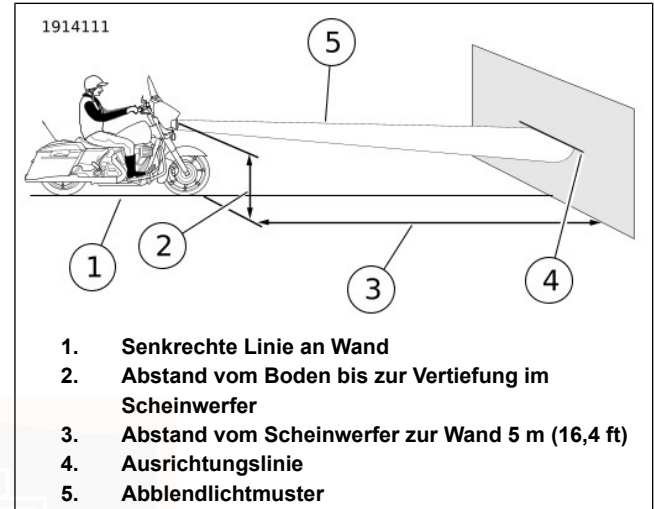
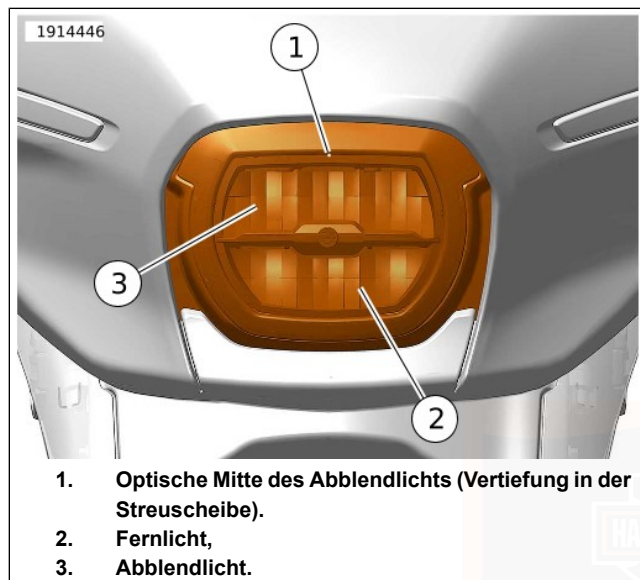

Abbildung 129. Gabelmontierte Verkleidung: Scheinwerferausrichtung
Abbildung 130. Gabelmontierte Verkleidung: Vertiefung
1. Siehe Abbildung 129. Das Motorrad im rechten Winkel zur Wand (1) abstellen, sodass der Vorderreifen geradeaus auf die Wand zeigt.
2. Das Motorrad mit dem angegebenen Abstand von der Vorderseite des Scheinwerfers zur Wand (3) abstellen.
- a. Siehe Abbildung 129 und Abbildung 130. **Gabelmontierte Verkleidung:** Den Abstand vom Boden bis zur Vertiefung auf der äußeren Streuscheibe messen und den angezeigten Abstand **abziehen**.
- b. Einen Schlitzschraubendreher in die vertikale Einstellschraube (1) einführen.
- c. Siehe Abbildung 129. Die Einstellschraube im oder gegen den Uhrzeigersinn drehen, um das Abblendlichtmuster (5) des Scheinwerfers nach oben oder unten zu verstellen, bis der obere Teil des Lichtstrahls auf die Ausrichtungslinie (4) trifft.